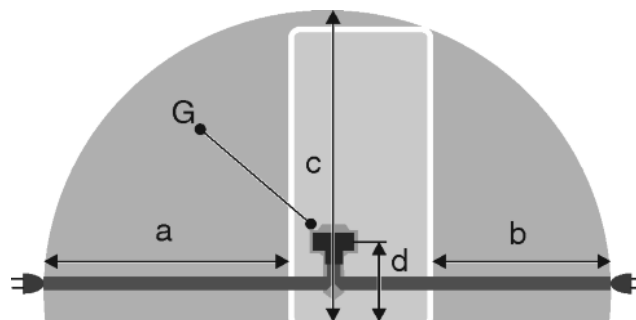

Fig. 21
- De contactdoos bevindt zich buiten het bereik van de achterzijde van het apparaat in het desbetreffende gedeelte *Fig. 21 (a, b, c)*.
- ▶ Breng de apparaatstekker *Fig. 21 (G)* aan de achterzijde van het apparaat aan. Let op het correct vastklikken.